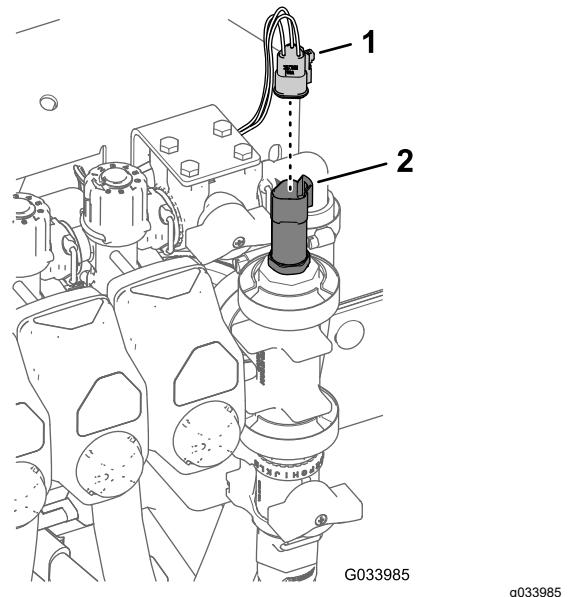

Рисунок 35
- Установите кронштейн регулирующего клапана на крепление коллектора (Рисунок 35) с помощью 4 болтов с фланцевыми головками (6 x 16 мм) и 4 фланцевых контргаек (6 мм); затяните болты с моментом от 10 до 12 Н·м.
- Подсоедините 3-гнездовой соединитель датчика давления (Рисунок 35).